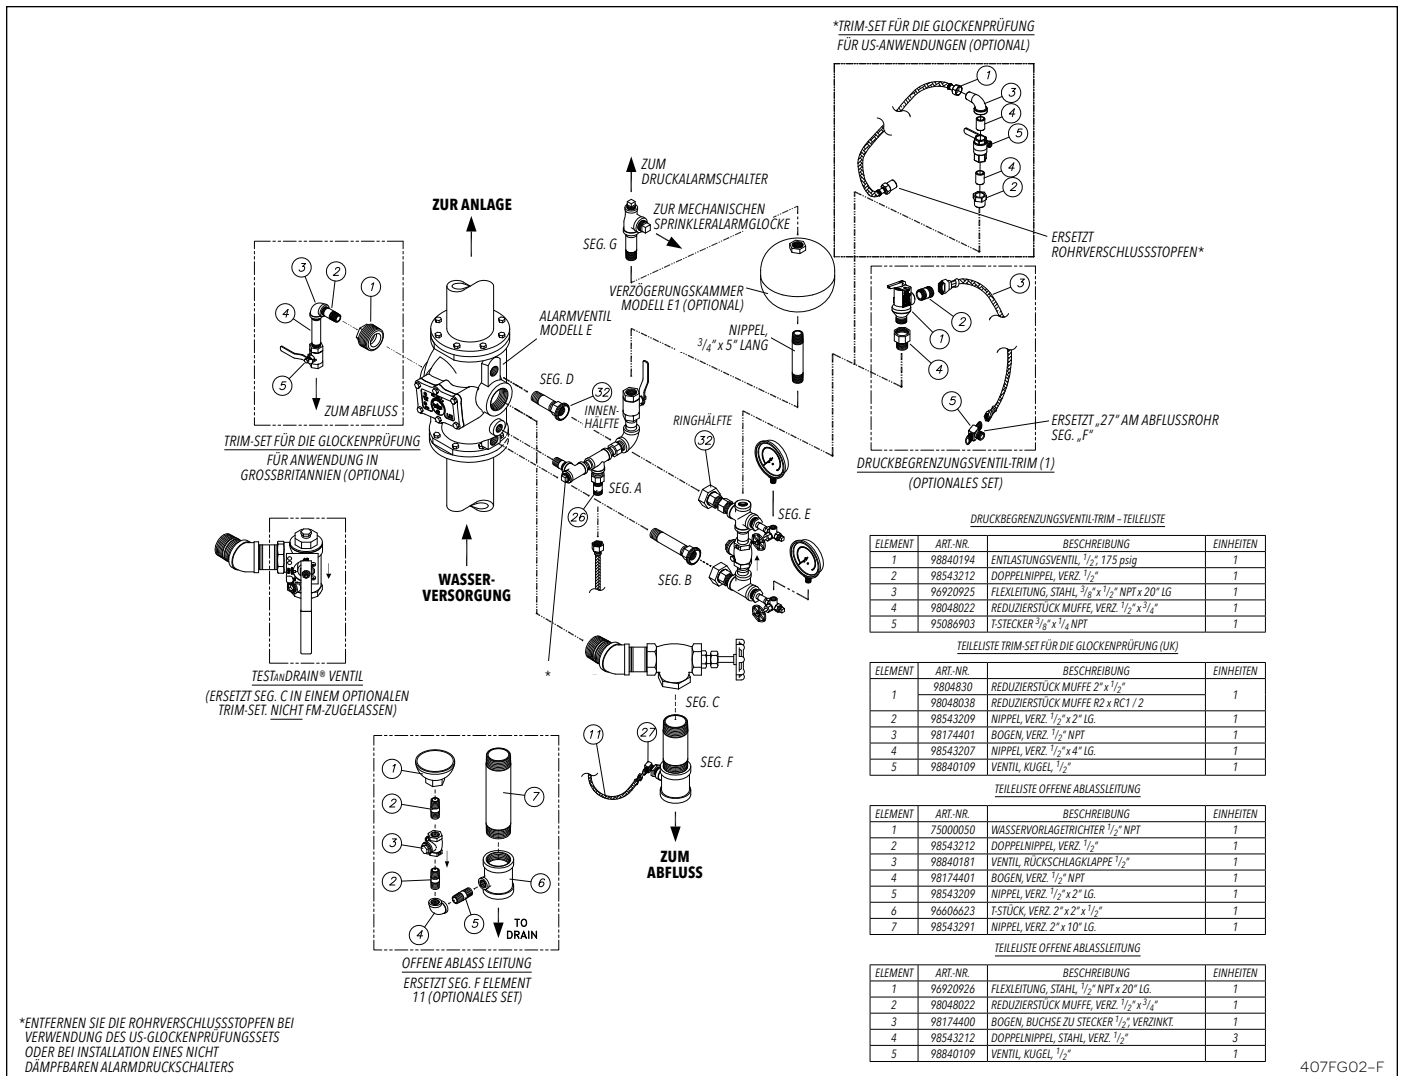

Abb. 2 – Trim-Set Modell E 8": geflanschter Einlass- und Auslass, Alarmventil, Variabler Druck, Offener Ablauf
Die E3-Trim-Sets für das Alarmventil Modell E (Abb. 2) von Reliable sind für eine schnelle, einfache und kompakte Befestigung konzipiert und dienen als Verbindungspunkte zu Reliable-Alarmen und anderen Geräten. Mit dem Trim-Set kann ebenfalls die Funktion der Alarmvorrichtungen überprüft werden, ohne dass das System in Betrieb ist. Drei Basis-Trim-Sets Modell E-3 können mit dem Alarmventil Modell E verwendet werden:
Optionales Ablaufleitungs-Kit ist erforderlich (Abb. 2, 3 und 5)
Ein Druckentlastungs-Trim-Set ist bei vernetzten Nassanlagen erforderlich. Dieses Trim-Set ist optional für Trim-Sets für variablem Druck Modell E-3 wie in Abb. 2 dargestellt.
**• Variabler Druck – Vertikale Installation (Abb. 2)**
• **Konstanter Druck – Vertikale Installation (Abb. 2, 3 & 7)**